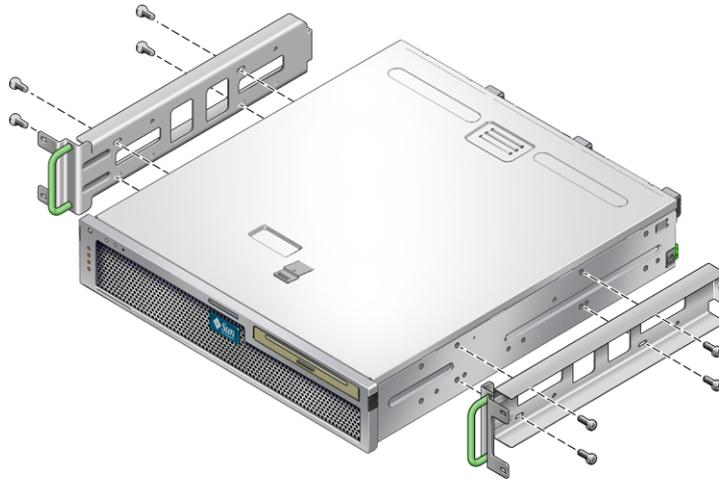

ABBILDUNG 3-19 Befestigen der Seitenschienen am Server
10. Befestigen Sie die Seitenschienen mit acht M5 × 10 SEM-Schrauben (vier pro Seitenschiene) an den Seiten des Servers (ABBILDUNG 3-19).